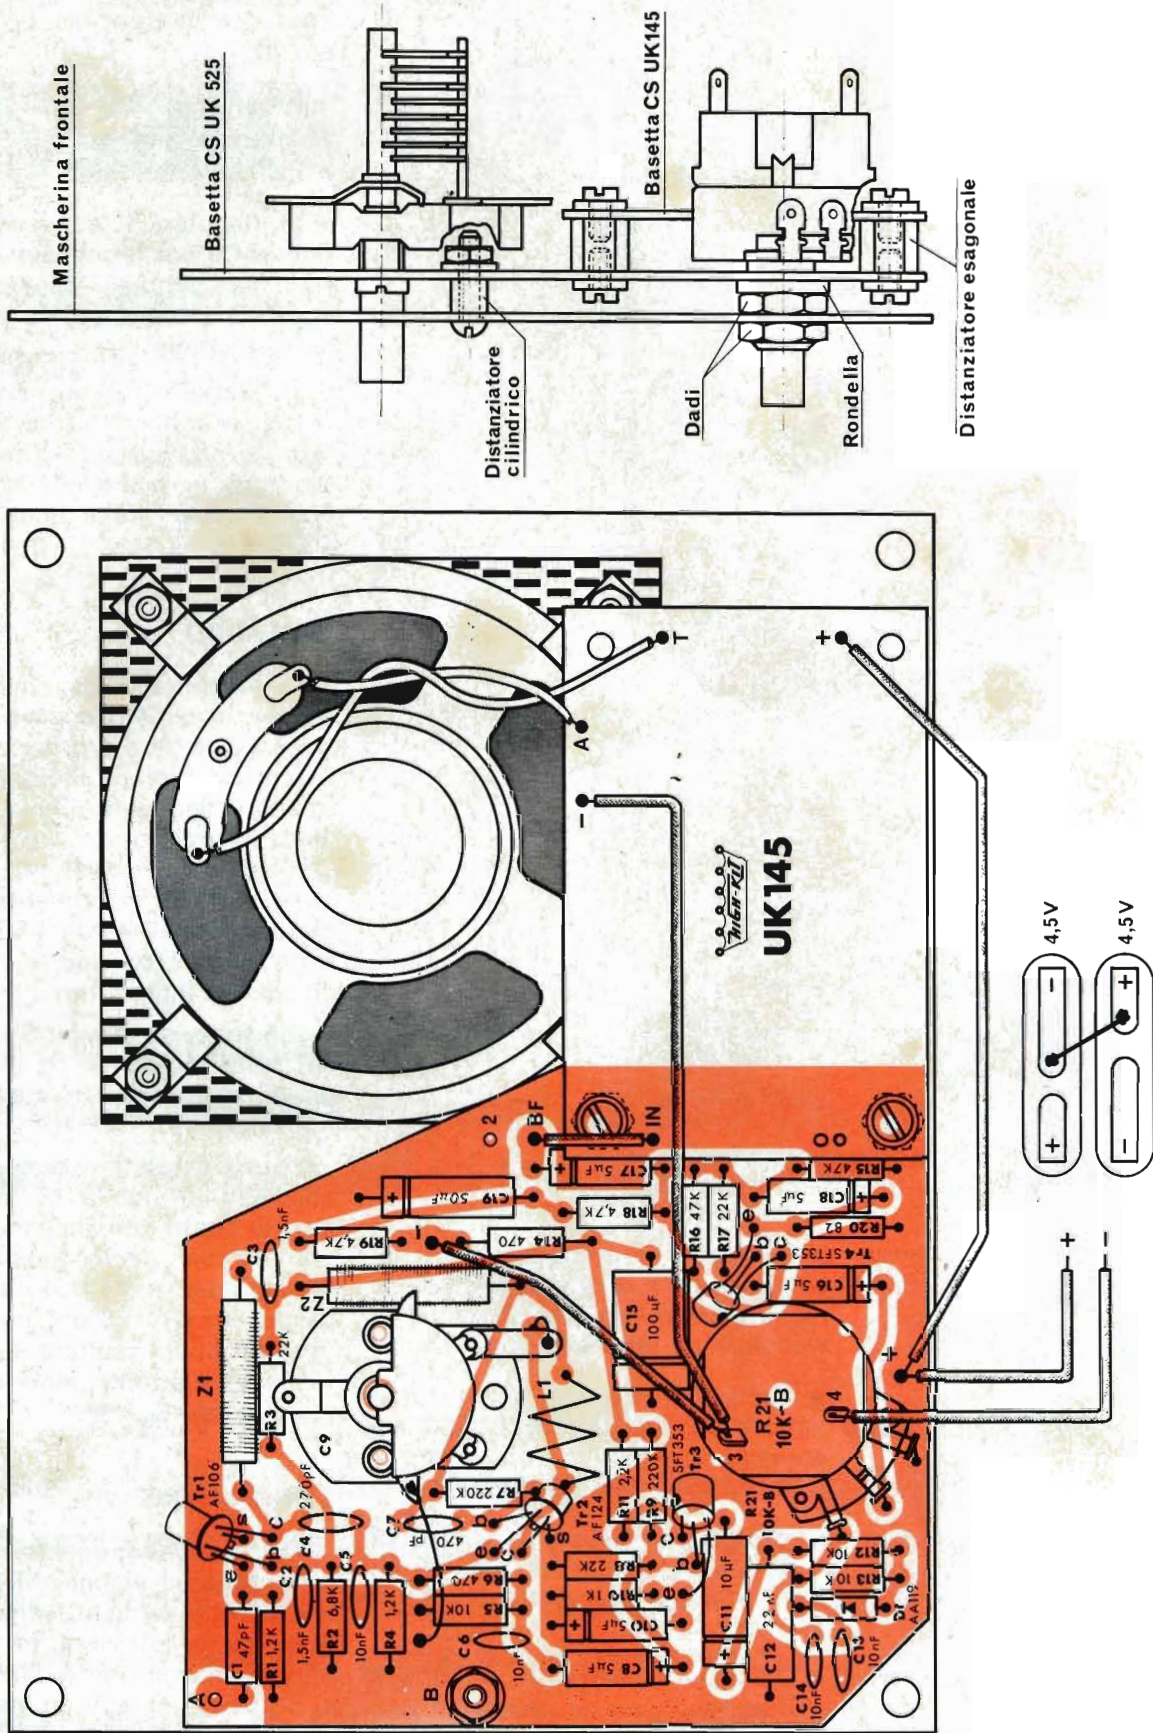

Fig. 5 - Montaggio dell'amplificatore UK 145 sul pannello recante i componenti del sintonizzatore UK 525.
- Montare i due distanziatori esagonali di lunghezza 8 mm dalla parte bachelite e fissarli con viti del \varnothing 3 x 6 mm dopo aver messo sotto la testa di ognuno di essi una rondella - vedi particolare di fig. 5.
trodurre nel foro da 10 mm del pannello la bussola del potenziometro e nell'altro foro da 9 mm far passare l'albero del condensatore variabile. Avvitare il dado fino al bloccaggio. Introdurre nel punto B fra circuito stampato e pannello il distanziatore cilindrico della lunghezza di 4,5 mm e introdurre nel foro la vite del \varnothing di 3 x 10 mm, avvitare il dado fino al bloccaggio - vedi particolare di fig. 5
III fase - Montaggio dell'amplificatore UK 145 - fig. 5
La semplicità realizzativa e circuitale di questo apparecchio non richiede un vero e proprio collaudo e una particolare messa a punto. Infatti, dopo aver controllato più volte il circuito, e dopo la verifica dell'isolamento nei punti più critici, è sufficiente alimentare il circuito con due pile da 4,5 V collegate in serie, come indica la fig. 5, e chiudere l'interruttore.